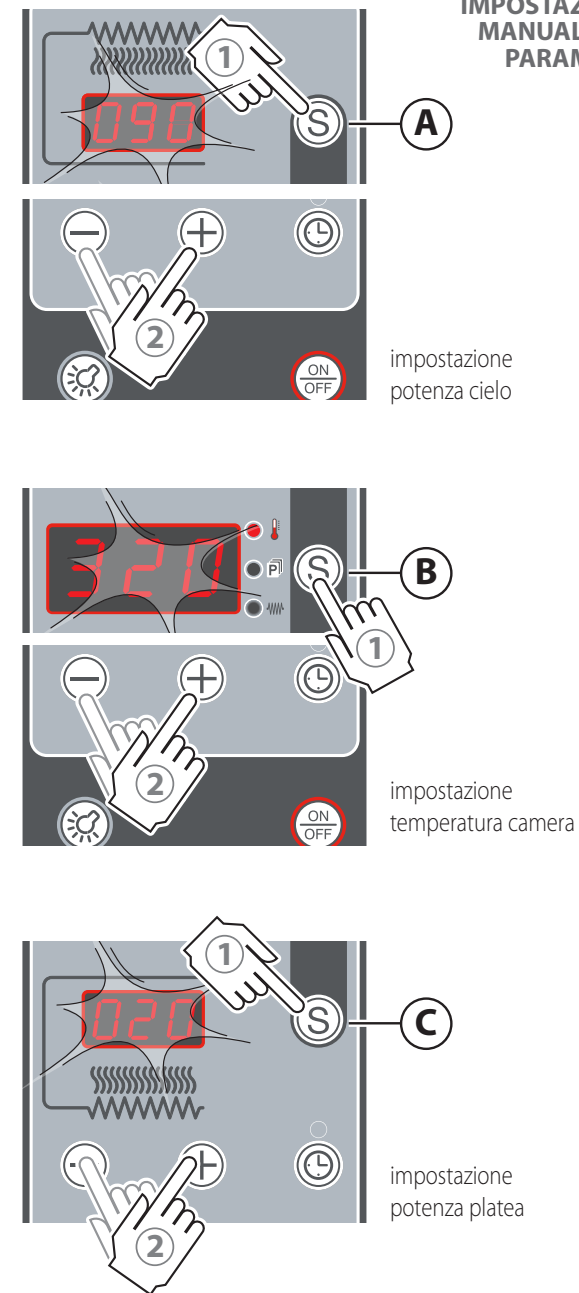

Fig.17.
Consultare ► cap. **"Impostazione dei parametri in modo manuale"** a pag. **15** e ► **Fig.17.**
► Fig.17.
Se durante la cottura è necessario modificare i parametri del programma visualizzato sul display **(B)**, agire come spiegato nella ► Fig.17.